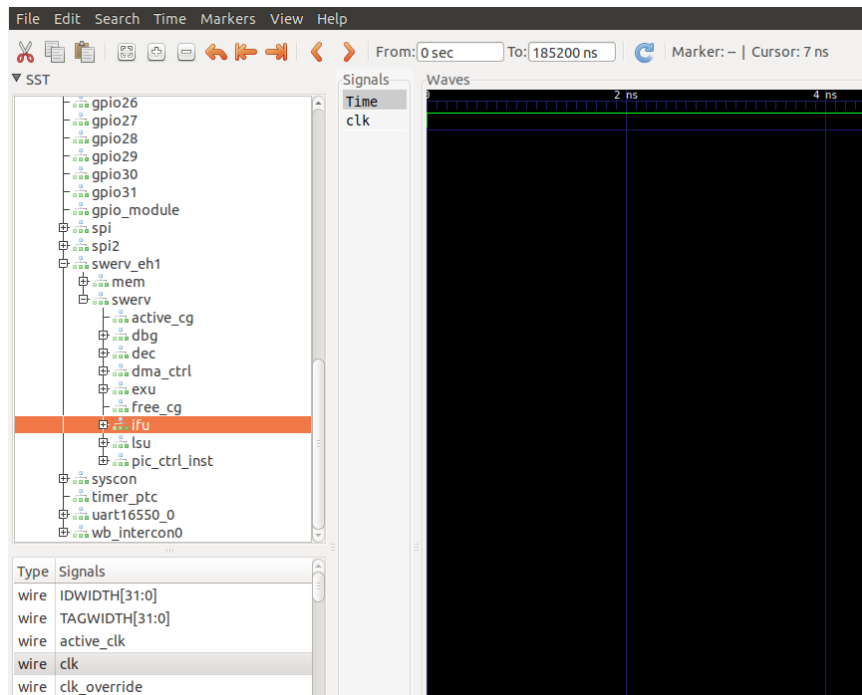

Figura 84. Adicionar o sinal clk ao gráfico
- Agora irá adicionar sinais de relógio, instrução e registo. No painel superior esquerdo do `GTKWave`, expanda a hierarquia do SoC para que você possa adicionar sinais ao gráfico. Expanda a hierarquia em **TOP** → **rvfpgasim** → **swervolf** → **swerv_eh1** → **swerv**, e clique no módulo **ifu** (será realçado como mostra a Figura 84), selecione o sinal `clk` (que é o relógio utilizado para o núcleo) e arraste-o para o painel branco Signals (Sinais) ou para o painel preto Waves (Ondas) à direita.